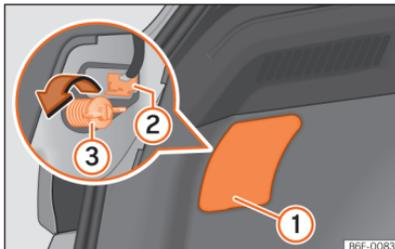
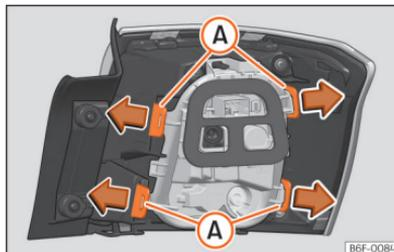

Fig. 172 Bagageira: acesso ao parafuso de fixação da unidade de luz traseira.
Fig. 173 Linguetas de fixação na parte posterior da unidade de luz traseira.
- Retire a tampa fazendo alavanca com o lado plano de uma chave de fendas no entalhe >>> **Fig. 172 ①**.
- Retire o conector da lâmpada **②**.
- Desenrosque com a mão ou com a ajuda de uma chave de fendas o parafuso de fixação do farol **③**.
- Desmonte o porta-lâmpadas desbloqueando as linguetas de fixação >>> **Fig. 173 A**.